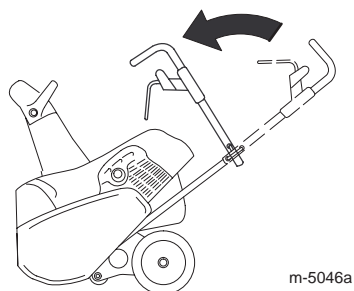

Bild 22
2. Montieren Sie die obere Griffhälfte, und beachten Sie dabei Bild 22.